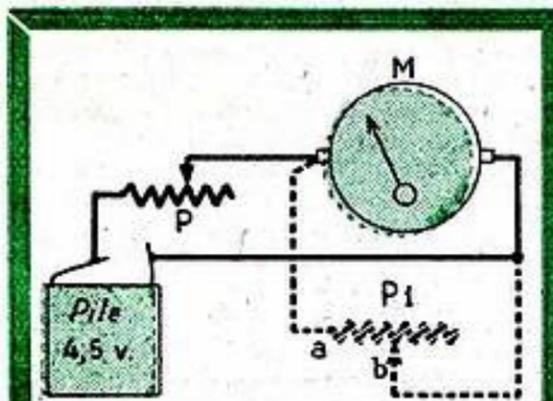

Fig. 10. — Montage à réaliser pour la mesure de la résistance propre d'un milliampèremètre.
Réalisons le circuit représenté dans la figure 10 et comportant une pile pour lampe de poche de 4,5 V, le milliampèremètre dont nous voulons déterminer la résistance (M) et un potentiomètre (P) que nous mettrons, au début de la mesure, au maximum, et qui sera de 5.000 ohms. Ajustons P, pour commencer, de façon que l'aiguille de M dévie exactement à 1,5 mA.